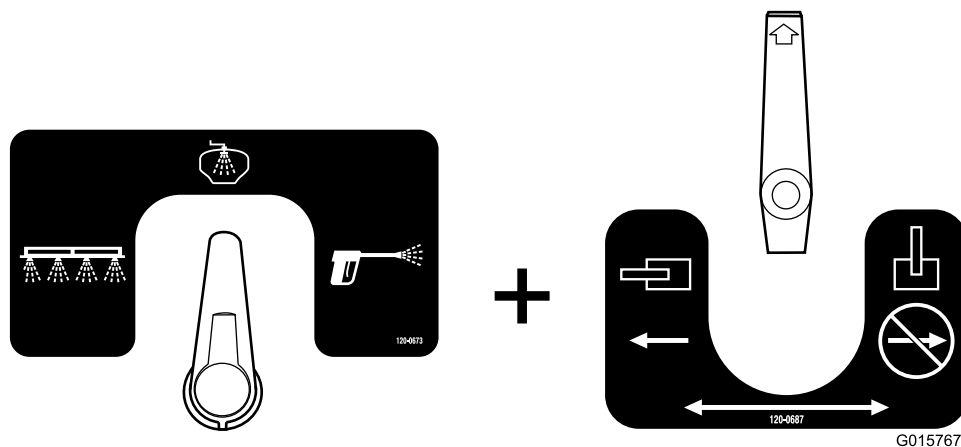

Figura 34
- Ésta es la configuración que corresponde al enjuague del depósito (Figura 34). Utilice esta configuración para pulverizar el agua de enjuague por la boquillas de enjuague del depósito.